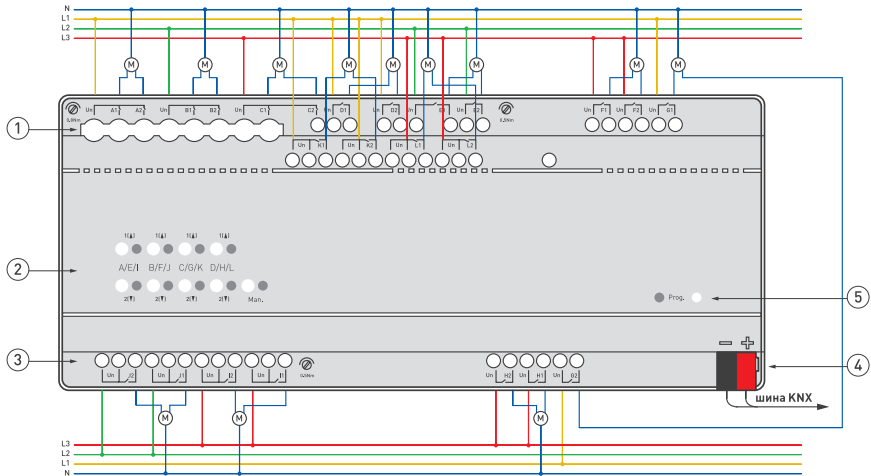

Рисунок 1. Пример подключения релейного модуля при использовании 24 каналов вкл./выкл. и 3-фазной сети.
- 3.3. Подключите шину данных KNX [красный и черный провода в кабеле KNX] к соответствующим клеммным колодкам, соблюдая полярность и цвета проводов, затем подключите силовые клеммы в соответствии с проектом, см. Рисунок 1.